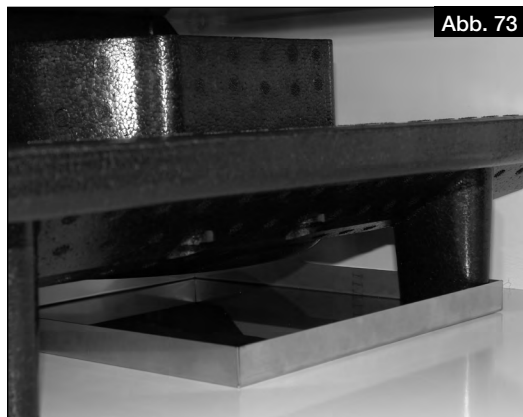
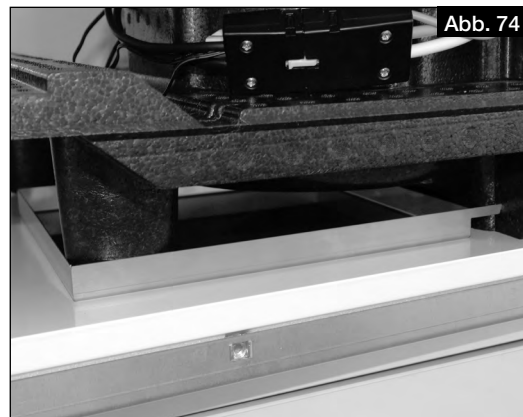

Abb. 73
Abb. 74
**Die Blechwannen verhindern in diesem Bereich die Ansammlung von Kondensat und sind zwingend auf ihre korrekte Lage zu kontrollieren (vgl. Abb. 73 und Abb. 74).**